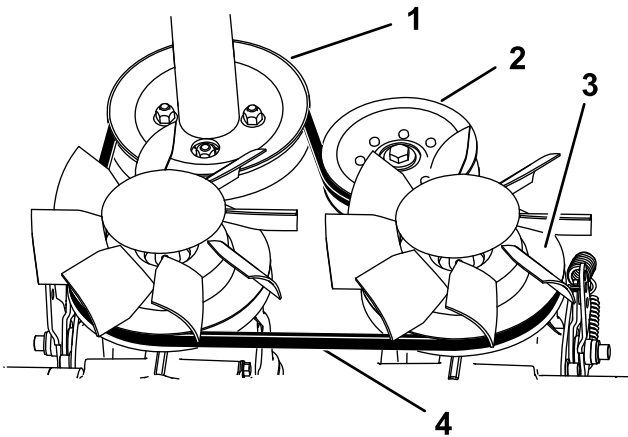

Figura 41
9. Pase la correa nueva alrededor de la polea del motor y las 2 poleas de transmisión (Figura 41).